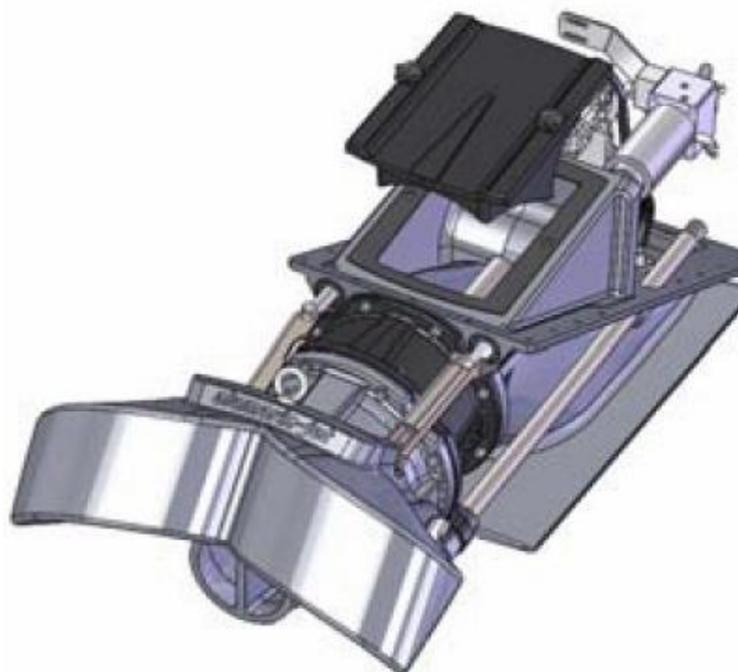

Figura 29. Apertura sportello di ispezione
1. Aprire il portello di ispezione (figura 29).